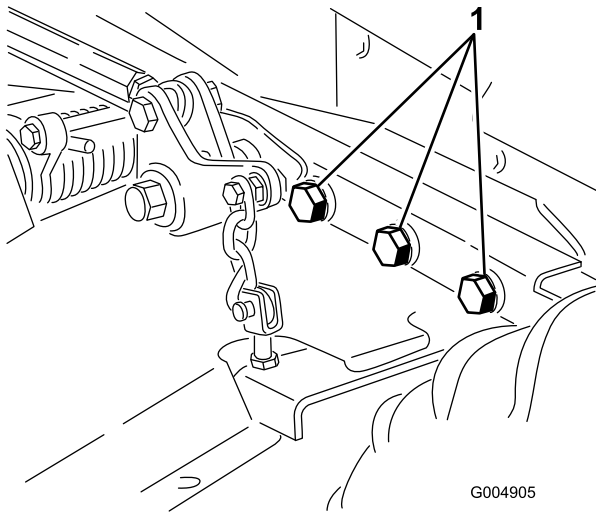

Bild 81
4. Prüfen Sie auf lockere Befestigungsteile und ziehen diese bei Bedarf fest. Ziehen Sie besonders die 6 Schrauben auf 359 Nm an, mit denen der Mähwerkrahmen an der Zugmaschine befestigt ist (Bild 81).